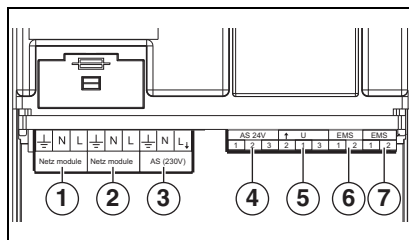
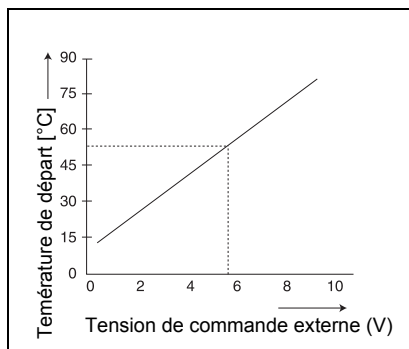

Fig. 2 Raccordements
Fig. 3 Diagramme 0-10 V
- Le raccordement AS 24 V (→ fig. 2, [4]), il s'agit ici d'un contact inverseur isolé pour basse tension jusqu'à 24 V. Ce signal de défaut peut être lu par un système de gestion automatisée du bâtiment, par exemple.
- Le raccord AS 230 V (→ fig. 2, [3]), celui-ci permet de commander un klaxon ou une lampe d'alarme, par exemple. Dans le cas d'un défaut, ce raccord est sous une tension de 230 VCA.
Le EM10 peut être utilisé comme interface entre le régulateur et une système de gestion technique de bâtiment, par exemple. A l'aide d'un signal 0-10 VCC (→ fig. 2, [5]), il est possible de réaliser une commande par la température de départ ou la puissance (→ fig. 3).
Cette régulation est activée lorsque vous pontez les blocs de jonction 1 et 3 (→ fig. 2, [5] et le schéma électrique à la page 46). Le EM10 prescrit une puissance en pour cent via le signal de 0-10 V → tabl. 2. Il s'agit ici d'un rapport linéaire, → tabl. 2.